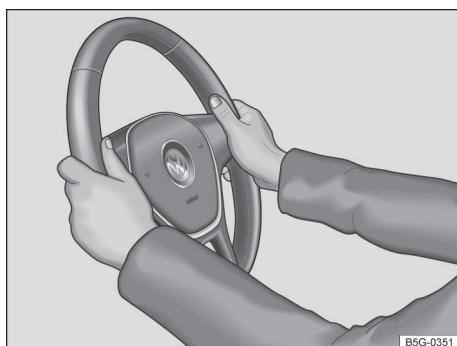

Fig. 83 No volante: posição das 9 e 3h.
- Ajustar o volante de forma que possa ser segurado lateralmente com ambas as mãos, com os braços ligeiramente arqueados, na borda externa, na **posição das 9 e 3h** → Fig. 83.
- Durante a condução, segurar sempre o volante com ambas as mãos lateralmente na borda externa na posição das 9 e 3h → Fig. 83 para reduzir ferimentos causados pelo acionamento do airbag frontal do condutor.